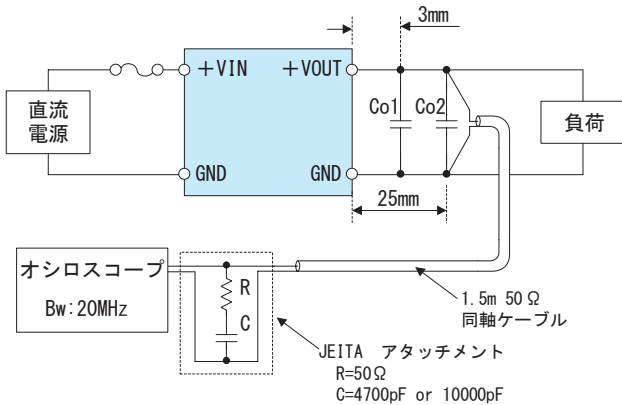

図2.4 出力リップル・リップルノイズ測定方法
■出力リップル・リップルノイズは、図2.4に示した方法で測定した値です。